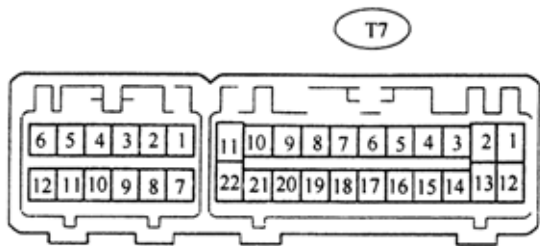

图 9-248
1)断开 T7ECU 连接器，检查线束一侧连接器每个端子的电压和导通情况，如图 9-248 所示，其标准应符合表 9-114 所示要求。如果结果不符合标准，可能是线束一侧有故障。